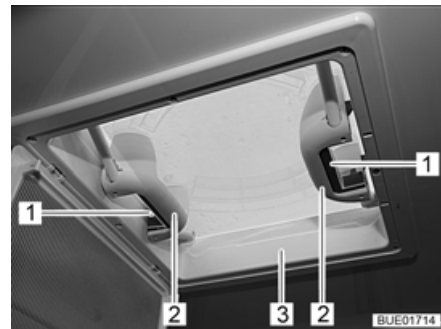

Fig. 112 Poignées avec pousoirs
- Appuyer sur le verrou à ressort (Fig. 112,1) vers l'intérieur du lanterneau (Fig. 112,3). Pousser le lanterneau simultanément vers le haut par la poignée (Fig. 112,2).
- Tirer fortement le lanterneau (Fig. 112,3) vers le bas par les deux poignées (Fig. 112,2) jusqu'à ce que les deux verrous à ressort (Fig. 112,1) s'encliquettent.